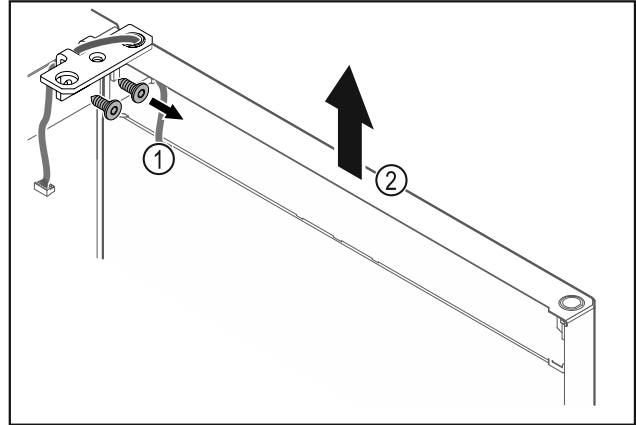

Fig. 15
- ▶ Scharnierwinkel Fig. 15 (1) abschrauben.
- ▶ Tür inklusive Scharnierwinkel Fig. 15 (2) circa 200 mm (7.87 in) gerade nach oben heben und abnehmen.